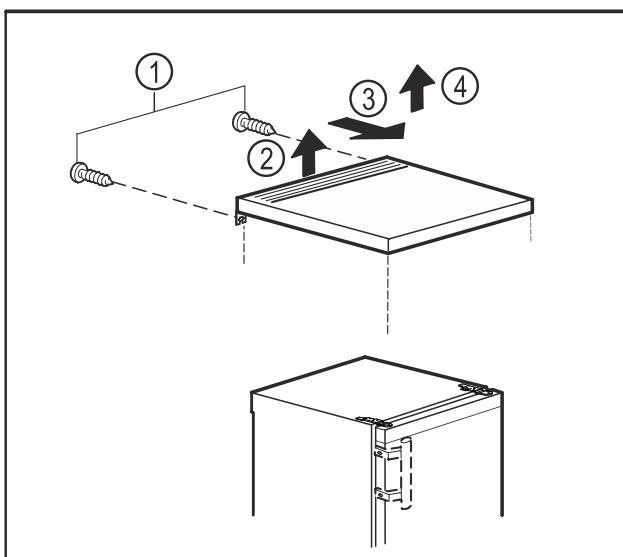

Fig. 9
- Отстранете винтовете от задната страна. Fig. 9 (1)
- Повдигнете плота на масата отзад. Fig. 9 (2)
- Преместете плота на масата напред. Fig. 9 (3)
- Свалете плота на масата нагоре. Fig. 9 (4)